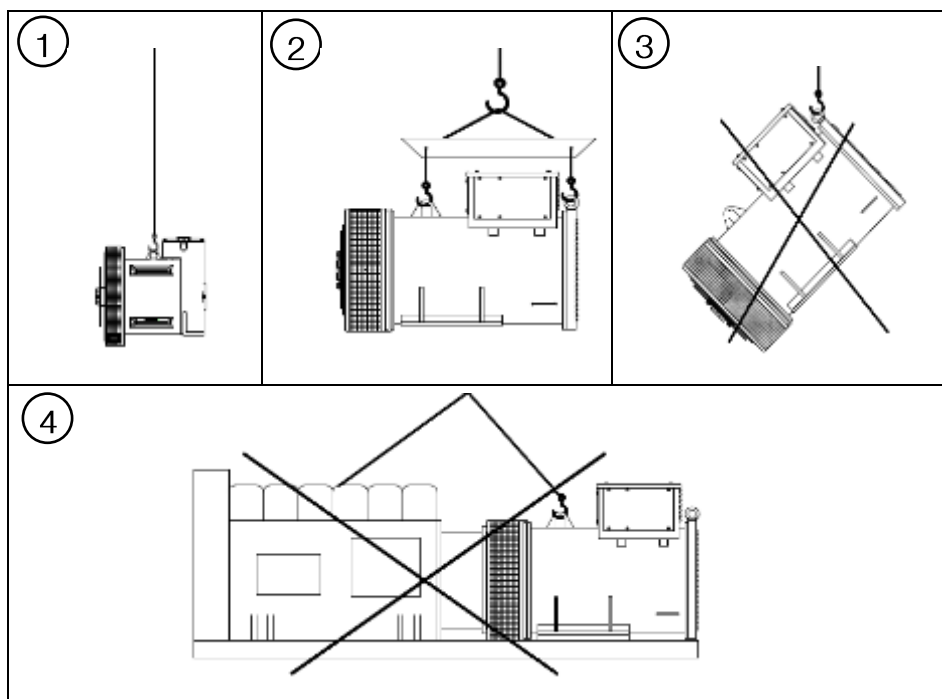
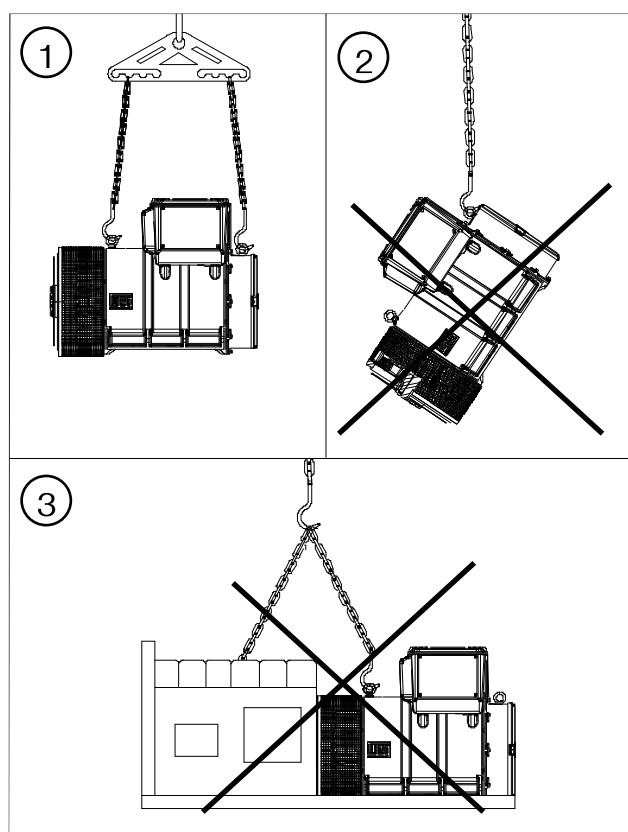

Figure 4.1 : Manipulation de la ligne G de l'alternateur
Figure 4.2 : Manipulation de la ligne AG10 de l'alternateur
- Tous les points de levage doivent être utilisés conformément aux tableaux 1 et 2 de Figure 4.1 et au tableau 1 de Figure 4.2.
- Il est interdit de soulever des charges supplémentaires, conformément au tableau 4 de Figure 4.1 et au tableau 3 de Figure 4.2.
- Il est interdit de soulever uniquement par l'avant ou l'arrière de l'alternateur, conformément au tableau 3 de Figure 4.1 et au tableau 2 de Figure 4.2.